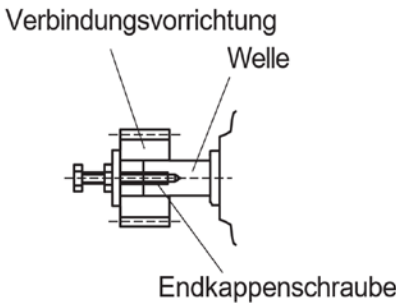

Abbildung 4
- Wellenverbindungen dürfen beim Montieren **nicht** geschlagen oder aufgespritzt werden. Für die Montage werden Schrumpf- oder Endkappenschrauben empfohlen (Abbildung 4).